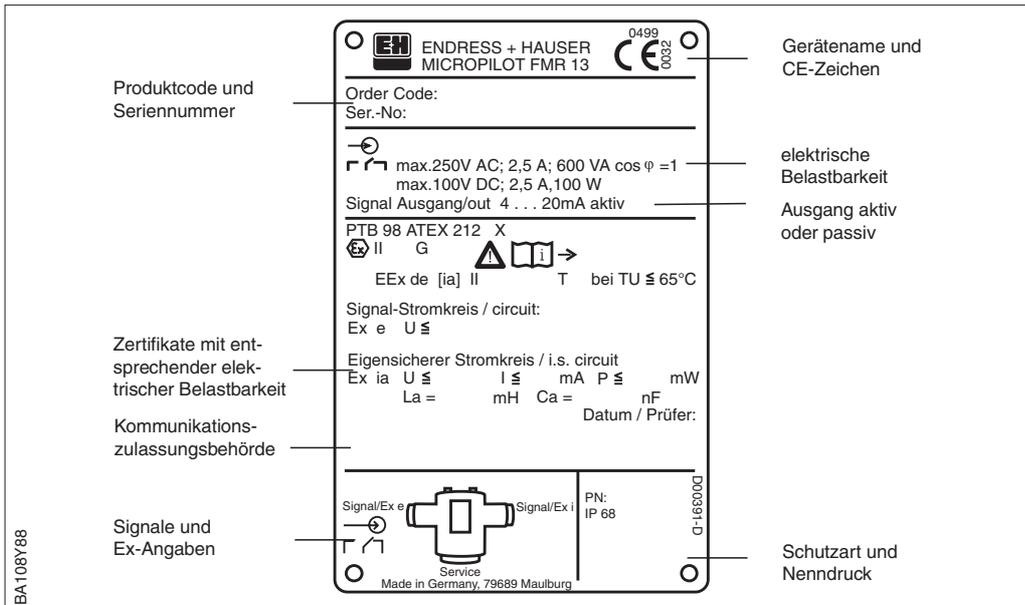

Abb. 3.2 Informationen auf dem Typenschild des Micropilot
- Die Gerätedaten befinden sich auf dem Typenschild, siehe Abbildung 3.2.